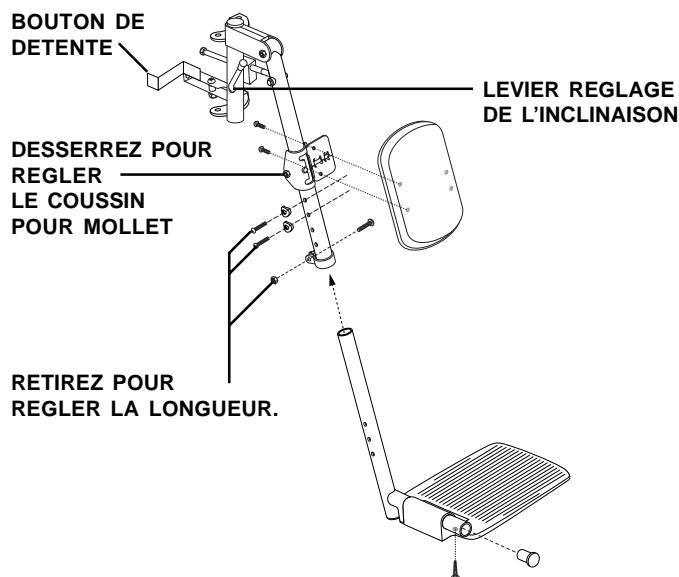

Fig. 15. Réglage repose-pieds rétractable
1. Pesez sur le bouton de détente. Voir la figure 15.
1. Retirez les deux vis de réglage de chaque côté de la tige du repose-pieds. Voir la figure 15.
1. Retirez les deux vis du coussin. Voir la figure 15.